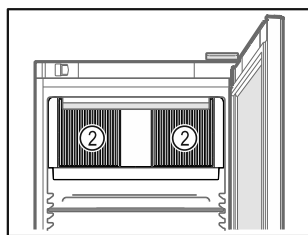

Fig. 64
- Mantenere libere le fessure di ventilazione Fig. 64 (2) della ventola di ricircolo nel vano interno.